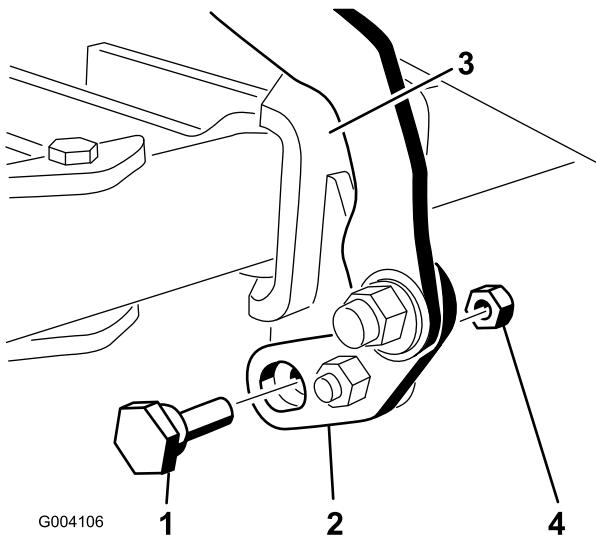

Figura 16
5. Con la curva del conjunto del pedal de elevación hacia arriba, conecte el extremo de la barra de unión a la pestaña de giro (taladro cuadrado) usando un perno de cuello cuadrado (3/8 x 1-1/4 pulgadas), un espaciador, una arandela de 1 pulgada, una arandela de 13/16 pulgada, y una contratuerca (3/8 pulgada), según se muestra en Figura 16.
6. Introduzca el perno excéntrico por la parte inferior de la pestaña de giro y el soporte del pivote y sujetelo usando una contratuerca (5/16 pulgada) (Figura 16).